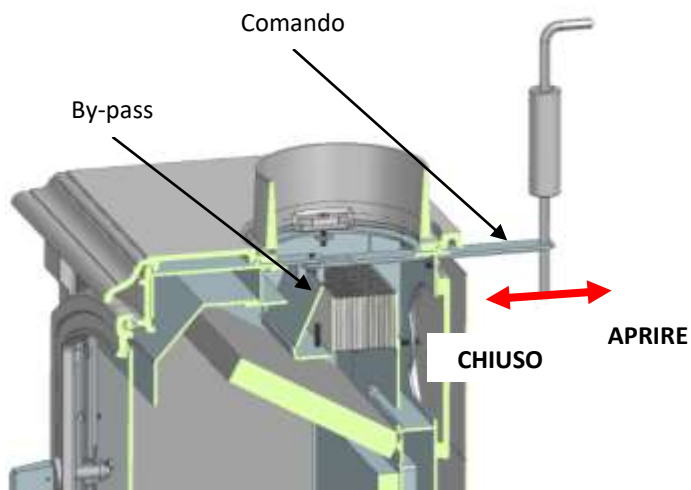

Fig. 18
2. Girare la manopola a sinistra per aprire completamente l'aletta di aria primaria o premere qualche volta il tasto ON/HI sul telecomando. Se la sua stufa ha un sistema Catalytic Hybrid Woodbox, è necessario aprire il bypass spostando verso la parte posteriore il comando che si trova nella parte posteriore superiore della stufa (vedi Fig. 18).